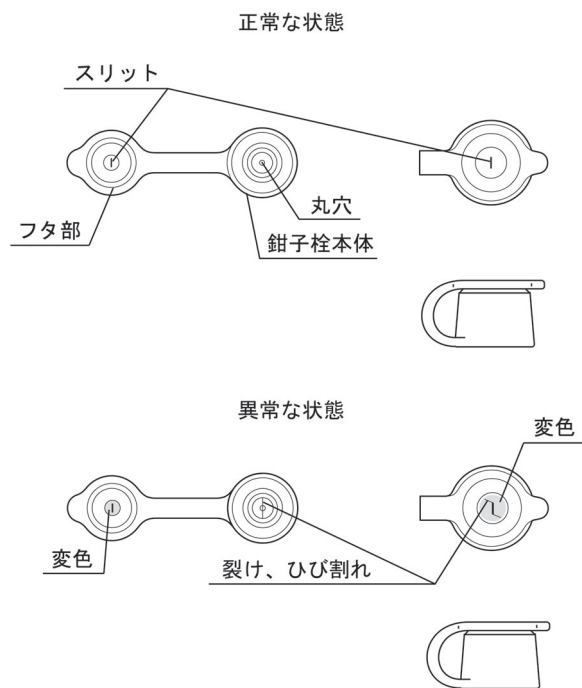

図3
- 鉗子栓のフタ部のスリットまたは鉗子栓本体の丸穴に裂け、ひび割れ、変形、変色などの異常がないことを目視で確認すること（図 3 参照）。